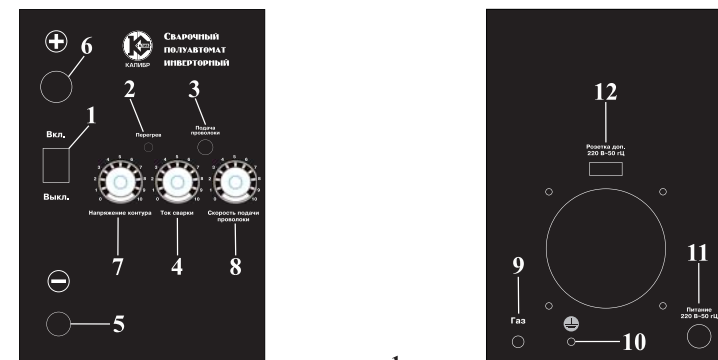

рис. 1
3.1 Общий вид сварочника схематично представлен на рис. 1*:
- Подсоедините газовую трубку к сварочному аппарату **9** (рис. 1), другой конец подсоедините на выходы редуктора баллона и затяните её металлическим хомутом.
Кабель «Минус» - зажим соединяется со свариваемой деталью или с металлическим столом на котором она лежит, как можно ближе к свариваемому соединению. Рабочий кабель необходимо соединить с клеммой, обозначенной символом (-) **5** (рис. 1)
Сварочная горелка подключается к клемме (+) **6** (рис. 1)